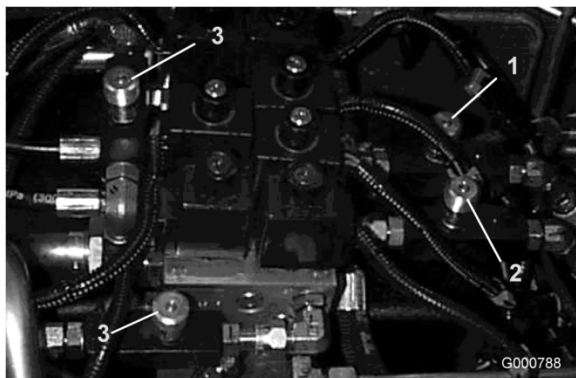

Figura 74
1. Localice las válvulas de ajuste de las unidades de corte delanteras, debajo del asiento (Figura 74).
9. Localice las válvulas de ajuste de las unidades de corte laterales, situadas debajo del asiento (Figura 74).